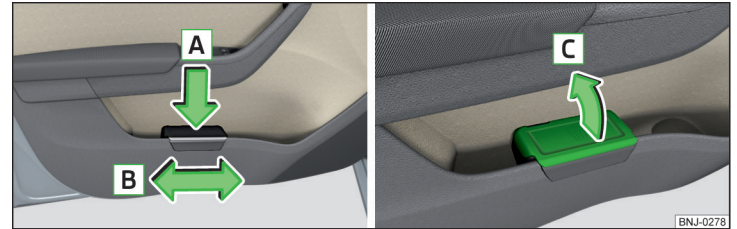

Abb. 83 **Abfallbehälter: einsetzen und verschieben / öffnen**
- Den Abfallbehälter im hinteren Bereich in Pfeilrichtung **A** eindrücken » Abb. 83.
- Den Abfallbehälter entgegen der Pfeilrichtung **A** herausnehmen » Abb. 83.
- Den Deckel in Pfeilrichtung **C** anheben » Abb. 83.